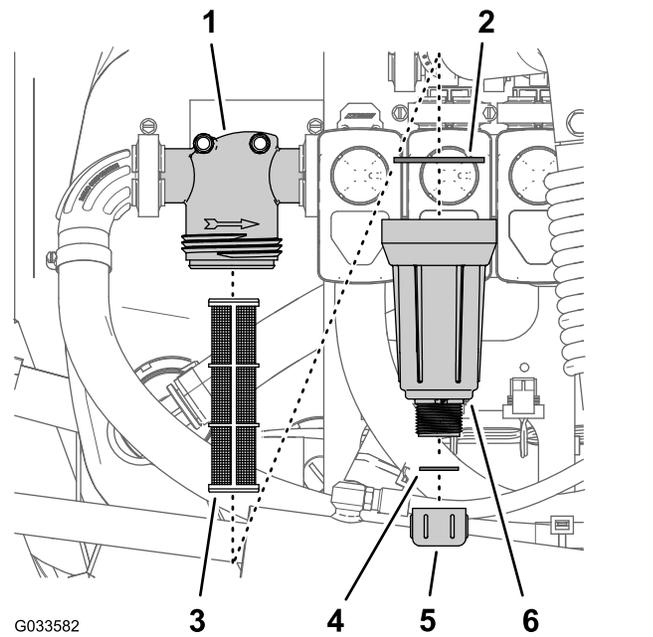

Bild 106
3. Drehen Sie die Ablassschraube nach links und nehmen sie von der Glocke des Druckfilters ab (Bild 106).
4. Drehen Sie die Glocke nach links und nehmen den Filterkopf ab (Bild 106).
5. Entfernen Sie den alten Druckfiltereinsatz (Bild 106).
6. Prüfen Sie die Dichtung für die Ablassschraube (in der Glocke) und die Dichtung für die Glocke (im Filterkopf) auf Beschädigungen und Abnutzung (Bild 106).
7. Setzen Sie den neuen Druckfiltereinsatz in den Filterkopf ein (Bild 106).
8. Befestigen Sie die Glocke am Filterkopf und ziehen sie mit der Hand an (Bild 106).
9. Befestigen Sie die Ablassschraube am Anschlussstück unten an der Glocke und ziehen sie mit der Hand an (Bild 106).
2. Stellen Sie eine Auffangwanne unter den Druckfilter (Bild 106).